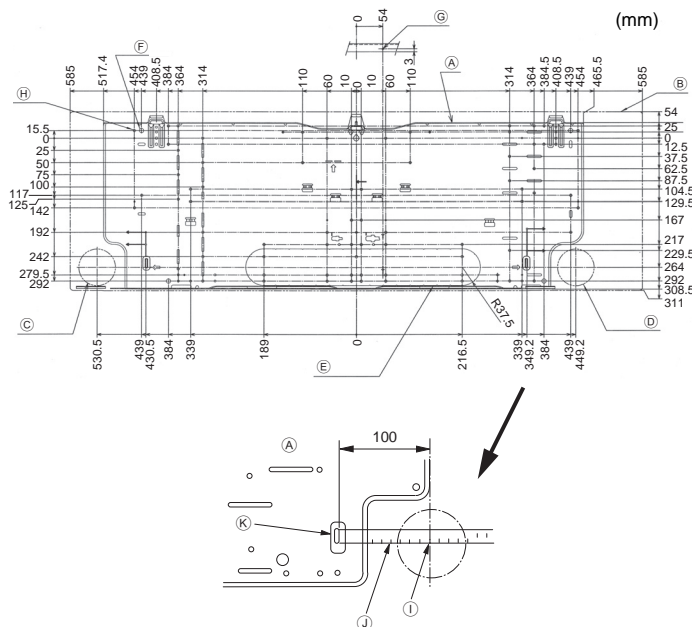

Fig. 3-2
■ PKFY-P-VKM-E (Fig. 3-2)
- A Ophangplaat ①